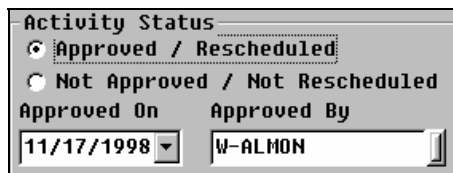

Figura 13.15. Ventana Estado de la Actividad
- Activity Status: Esta característica se emplea para indicar el estado de la actividad de inspección, según se observa en la figura 13.15.